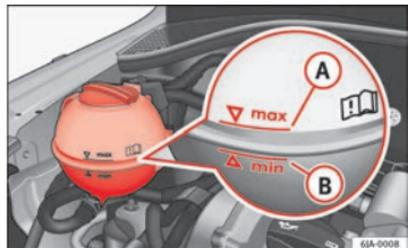

Fig. 126 Compartimento do motor: Depósito do líquido de refrigeração
⇒ Fig. 126.
- Verifique o nível do líquido de refrigeração no depósito de expansão do líquido de refrigeração ⇒ Fig. 126. Com o motor frio, o nível de líquido de refrigeração deve estar entre as marcas **B** (mín.) e **A** (máx.). Com o motor quente, o nível pode ultrapassar também ligeiramente a marca **A** (máx.).
- Coloque um pano sobre a tampa do depósito de expansão do líquido de refrigeração ⇒ Fig. 126 e desenrosque o tampão com **cuidado**.
Não encha o depósito do líquido de refrigeração acima da marca **A** (máx.) ⇒ Fig. 126 O líquido de refrigeração excedente é expulso do sistema de refrigeração quando aquece, pela válvula de sobrepressão situada no tampão de encerramento do depósito de expansão do líquido de refrigeração.